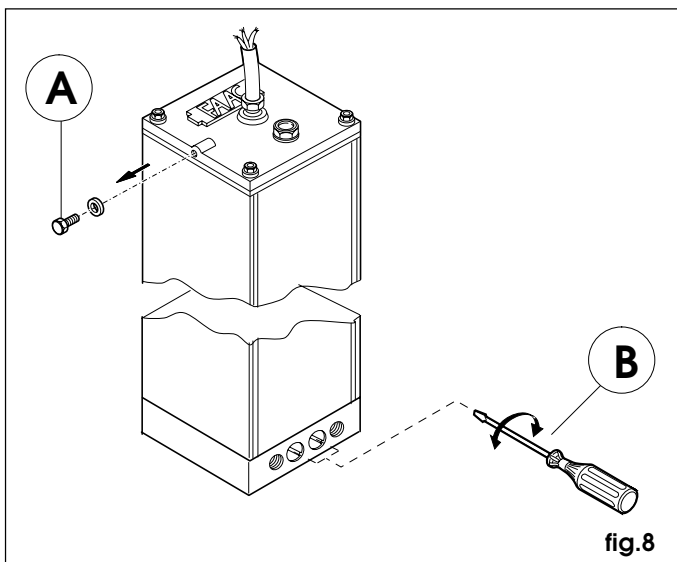

fig. 8
- 4) Togliere e conservare la vite di sfiato come da fig.8 rif.A.
Per tarare il sistema oleodinamico di regolazione della forza trasmessa, agire sulle due viti by-pass (fig.8 rif.B).